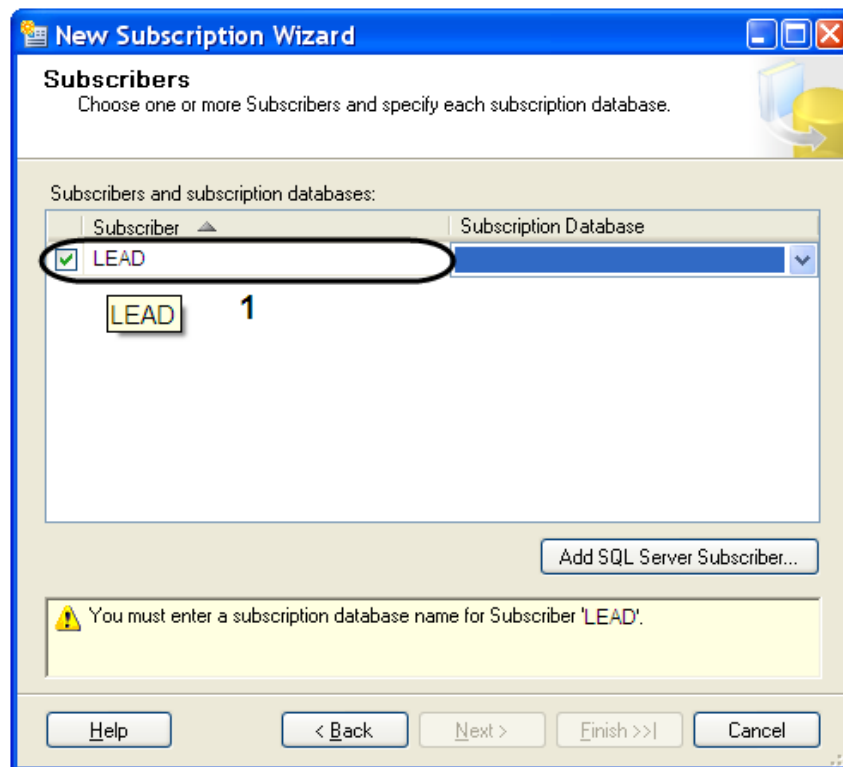

Fig. 9.3-15 Subscriber selection
11. In the «Subscribers» window set the checkbox «Subscriber» next to subscriber (Fig. 9.3-15, 1).